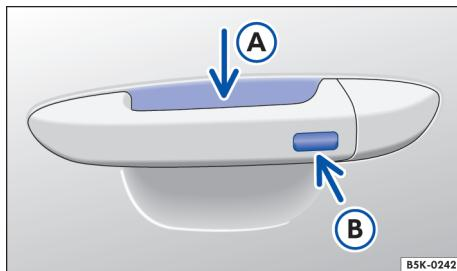

Fig. 52 Keyless Access: superfícies do sensor.
- Tocar no sensor → **Fig. 52 A** na parte interna da maçaneta da porta do condutor ou da porta do passageiro dianteiro.
- Tocar na superfície do sensor → **Fig. 52 B** na parte externa da maçaneta da porta do condutor ou da porta do passageiro dianteiro *uma vez*.
- Além disto, dentro de 5 segundos, tocar uma vez no sensor na parte externa da maçaneta da porta → **Fig. 52 B**.
Para a **abertura de conforto** de todos os vidros elétricos empunhar a maçaneta da porta e manter pressionados, ao mesmo tempo, o sensor da parte interna da maçaneta → **Fig. 52 A** e a superfície do sensor **B**.
Para o **fechamento de conforto** de todos os vidros elétricos manter um dedo durante alguns segundos sobre a superfície do sensor → **Fig. 52 B** no lado externo da maçaneta da porta do condutor ou do passageiro dianteiro.
Um forte jato de água ou de vapor pode ativar as superfícies dos sensores nas maçanetas se, ao mesmo tempo, uma chave do veículo válida estiver na área de aproximação. Se no mínimo um vidro estiver aberto e a superfície do sensor → Fig. 52 B em uma maçaneta da porta for ativada permanentemente, todos os vidros serão fechados. Se o jato de água ou de vapor se afastar brevemente da superfície do sensor → Fig. 52 A de uma maçaneta da porta e voltar a ser direcionado para ela, possivelmente todos os vidros se abrirão.